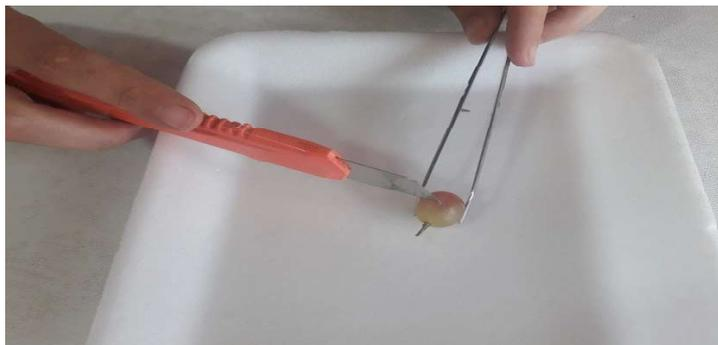

Figura 2: Corte transversal de la uva.
9. Utilizando el bisturí, realicen un corte en la uva transversalmente, observen la **figura 2**.